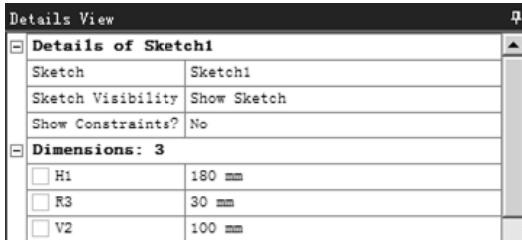

图 3.3.15 修改尺寸
(4) 修改尺寸。将尺寸修改为设计要求的尺寸，此时“Details View”对话框如图3.3.15所示，并在Dimensions窗口下单击Move按钮，调整尺寸至合适的位置。